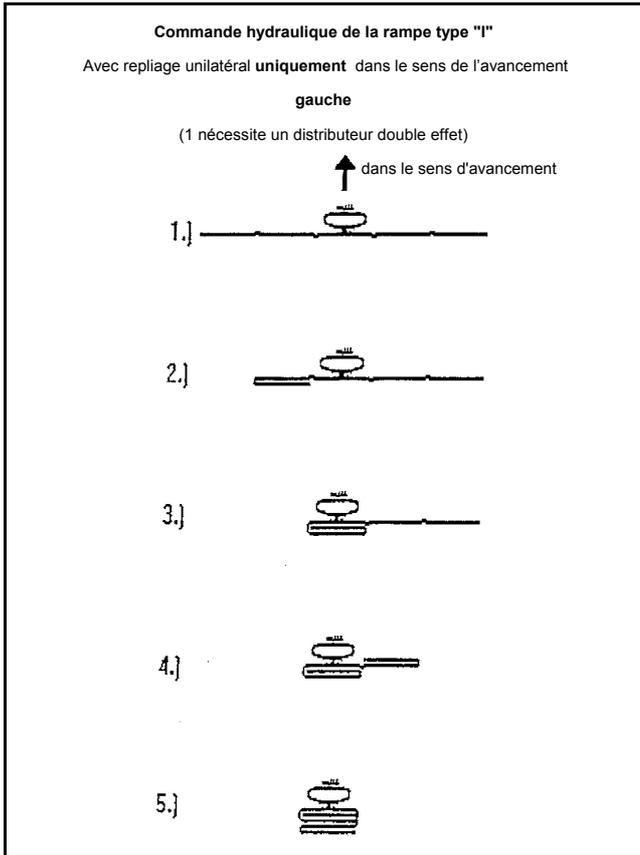

Fig. 46
1. **Commande hydraulique de la rampe type "I"** (possibilité de replier unilatéralement le côté gauche dans le sens de l'avancement (Fig. 46) (nécessite 1 distributeur simple effet et 1 distributeur double effet).